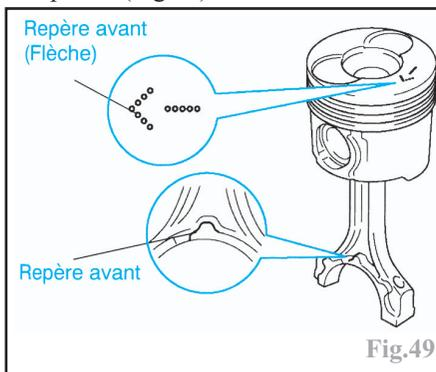

Fig.49
- assembler les ensembles bielle-piston et segments en respectant leur appariement et le sens de la bielle par rapport au sens de piston (Fig.49).